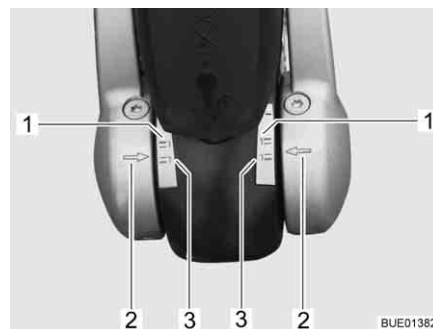

Fig. 109 Indicatore guarnizioni di attrito a sinistra e a destra
- Se le frecce sulla flangia di fissaggio disco (Fig. 109,2) si trovano sotto o sulla superficie di marcatura verde (Fig. 109,3), le guarnizioni di attrito sono considerate ancora nuove.
- Se le frecce sulla flangia di fissaggio disco si trovano all'interno delle superfici di marcatura (Fig. 109,1 e 3), le guarnizioni di attrito sono leggermente consumate.
- Se le frecce sulla flangia di fissaggio disco si trovano al di sopra della superficie di marcatura rossa (Fig. 109,1), le guarnizioni di attrito sono consumate. Far sostituire le guarnizioni di attrito.